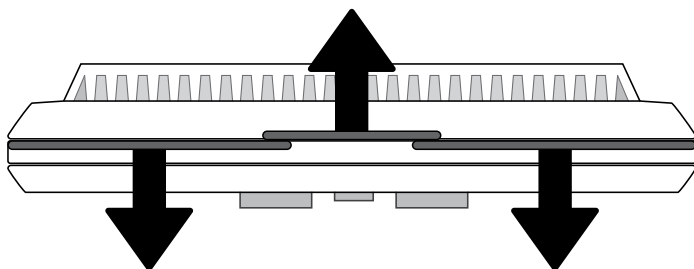

Figure 22.1
1. Séparez le corps du thermostat de la plaque de fixation en le tirant doucement (**Figure 22.1**).